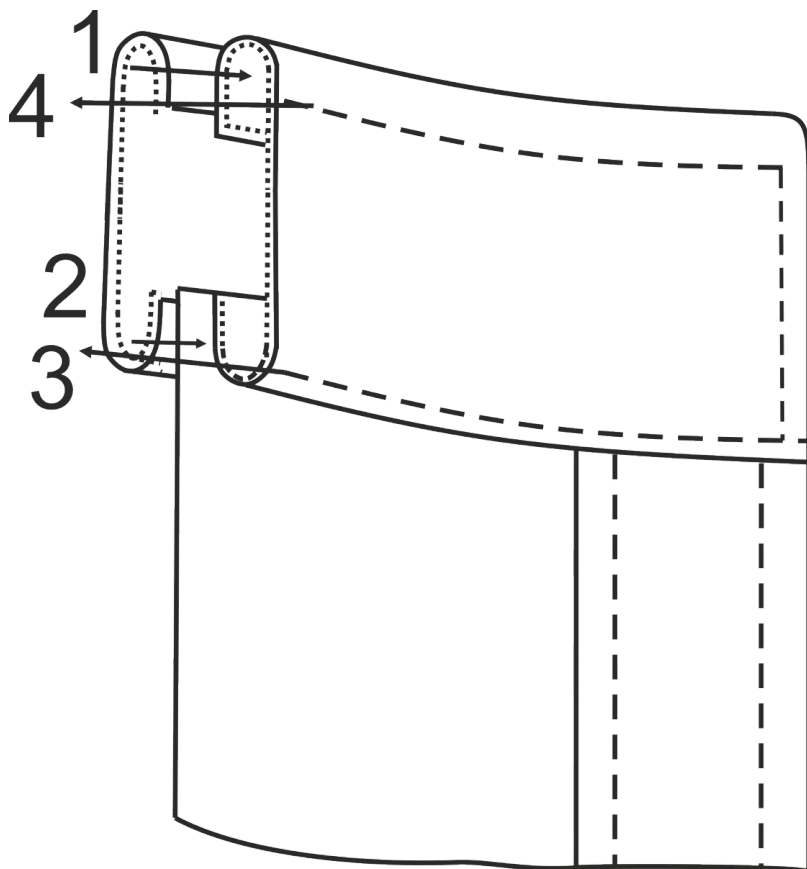

Рис. 4
21. Втачайте стойку в горловину блузки (строчки 2 и 3, рис. 4). Приутюжьте. Выполните отделочную строчку по краю стойки (строчка 4, рис. 4).